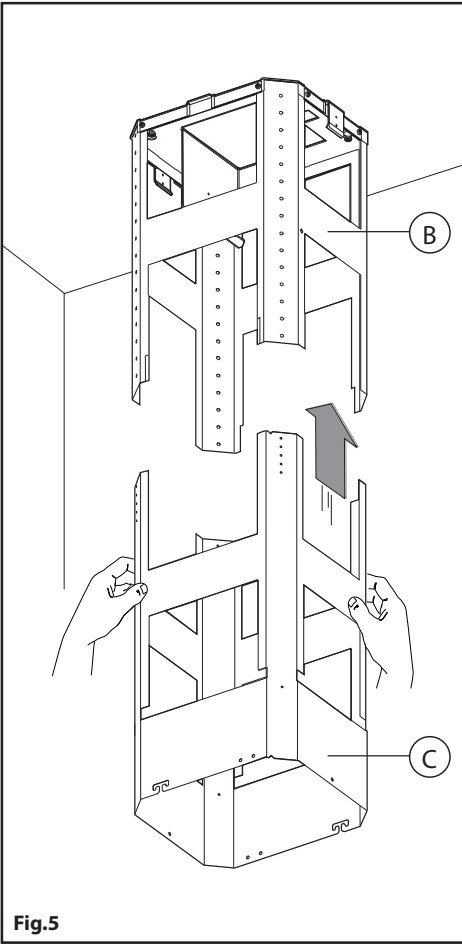

Fig. 5
- Prendere la parte inferiore della struttura telescopica **C** ed inserirla su quella superiore **B** (Fig.5).